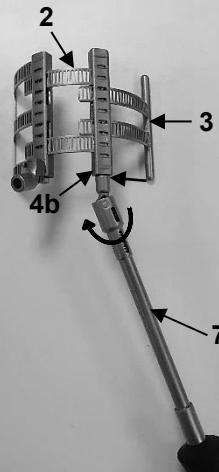

Fig. 18
2. A continuación, inserte el elemento secundario (3) en el elemento primario (2) e introduzcalo con el destornillador adecuado (7). Para ello, gire el mecanismo de transporte del módulo de caja del elemento primario (4b) en sentido contrario a las agujas del reloj con el destornillador (7) (Fig. 18).